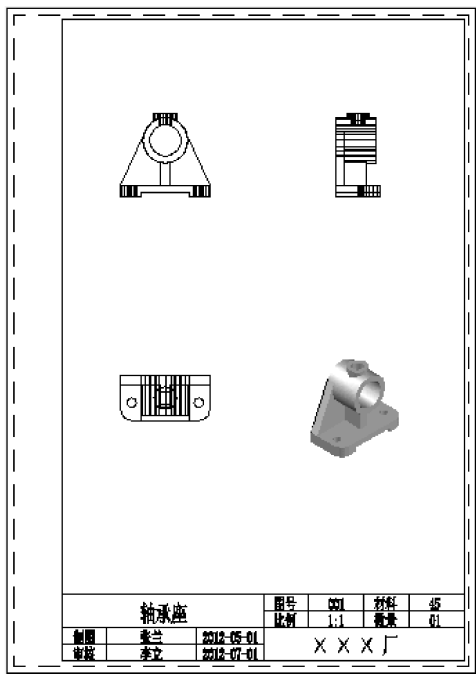

图 10-55 隐藏视口边界
Step 9 隐藏视口边界：关闭“视口边界”图层，隐藏视口边界，如图 10-55 所示。